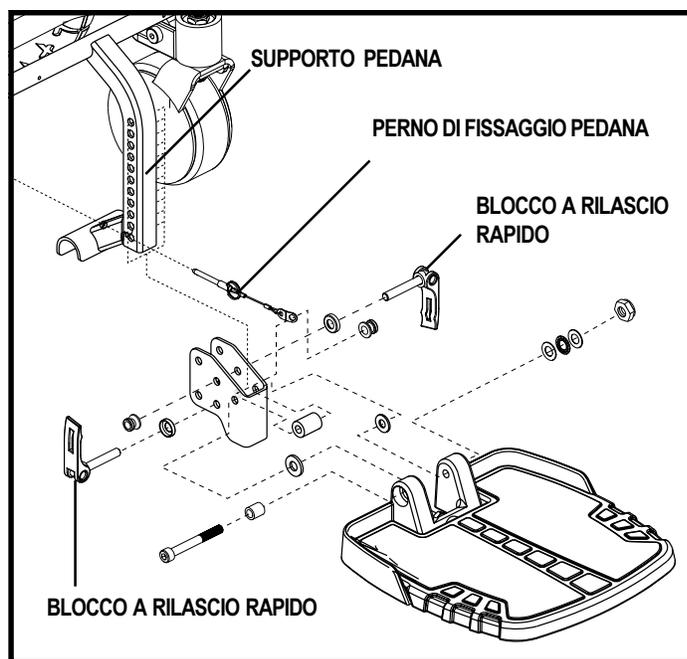
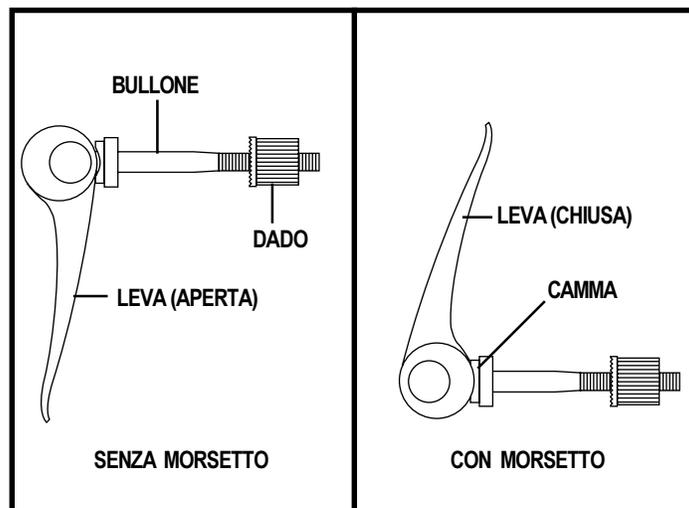

Figura 18. Regolazione pedana
Figura 19. Funzionamento della chiusura di sblocco rapido
1. Rimuovere i blocchi a rilascio rapido dal supporto del pianale poggiapiedi. Vedere figura 18.
1. Rimuovere i blocchi a rilascio rapido dal supporto del pianale poggipiedi. Vedere figura 18.
Il pianale poggipiedi è attaccato alla base di alimentazione con due blocchi a rilascio rapido. Vedere figura 18. Ciascun blocco a rilascio rapido è costituito da un bullone, una leva e un dado. Vedere figura 19. La leva è dotata di una camma che consente di bloccare in posizione. La chiusura di sblocco rapido ha due stati: bloccato e sbloccato. Quando la leva è aperta, la chiusura di sblocco rapido è sbloccata. Quando la leva è chiusa, la chiusura di sblocco rapido è bloccata.